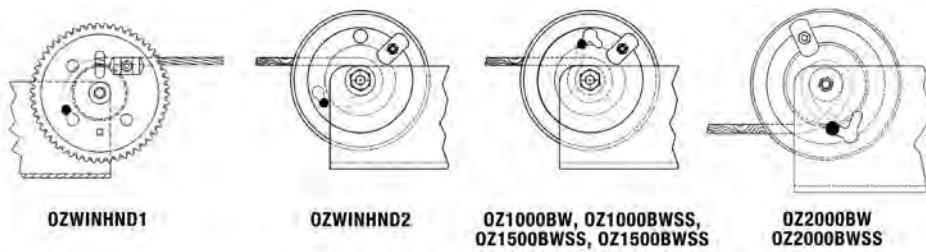

Figura 4.1
7. Enrolle manualmente al menos cuatro vueltas completas de cable en el tambor del cabrestante. Siempre debe haber al menos cuatro vueltas completas de anclaje de cable en el tambor del cabrestante. (Ver Figura 4.1)